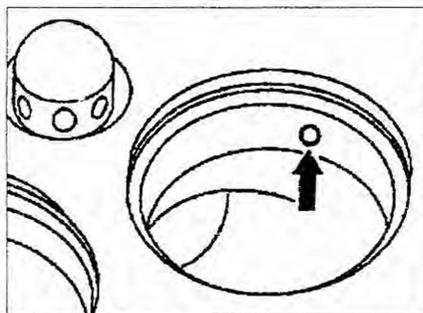

Рис. 2.31. Снимите выступы (стрелка) на кольце седла клапана.
8. Снимите выступы (стрелка) на кольце седла клапана (рис. 2.31).